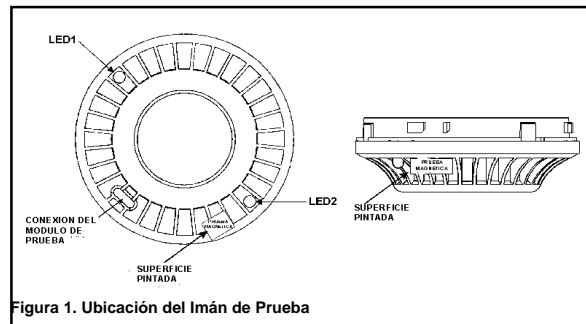

Figura 1. Ubicación del Imán de Prueba
1. Pruebe el sensor situando el imán de prueba al lado de la carcasa exterior a unos 2 cm de distancia del LED1 en dirección al enchufe, según se indica en la Figura 1.